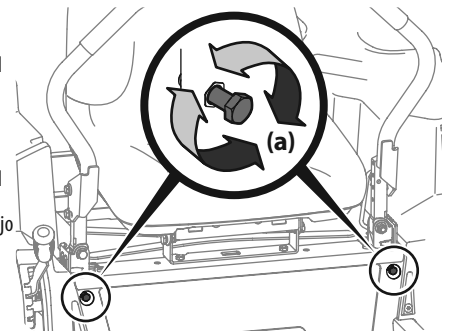

Figura 41
3. Coloque el pedal en la posición óptima según la preferencia del operador. Vea la Figura 41.
- Ubique los pernos del ajuste de detención de las palancas de control de la transmisión de barras de seguridad (a) que están en el frente del marco del asiento. Consulte 2. Ubique los pernos del ajuste de detención de las palancas de control de la transmisión de barras de seguridad (a) que están en el frente del marco del asiento. Consulte la Figura 41.